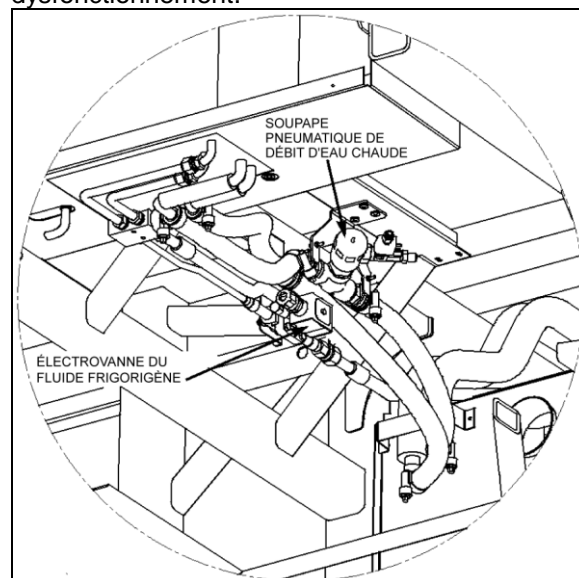

FIGURE 70 : PLAFOND DU COMPARTIMENT DE LA ROUE DE SECOURS
Le débit d'eau chaude vers le radiateur de chauffage de l'unité du conducteur est contrôlé par une soupape pneumatique normalement ouverte. La soupape, située au plafond du compartiment de la roue de secours (Figure 70), est conçue de façon à ce que l'électrovanne pilote, qui fait partie de l'ensemble, ouvre et
2. Repérer la soupape pneumatique du débit d'eau chaude normalement ouverte sur le plafond du compartiment de la roue de secours (Figure 70), déconnecter le connecteur, puis connecter une source d'alimentation externe de 24 V avec des câbles d'appoint pour fermer la soupape.